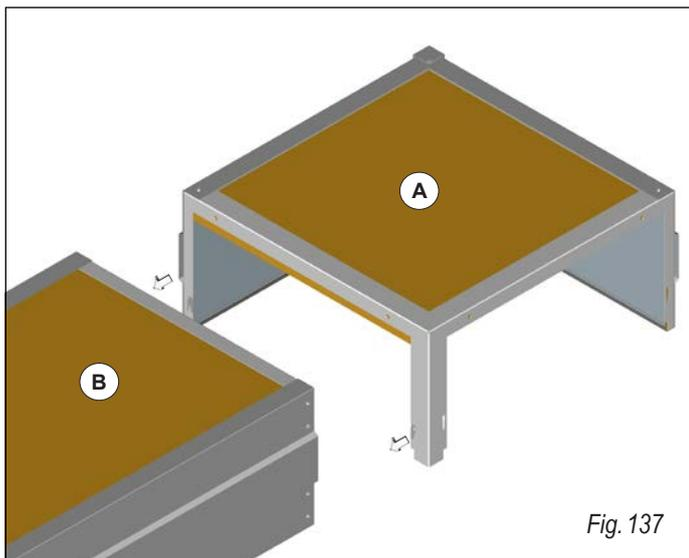
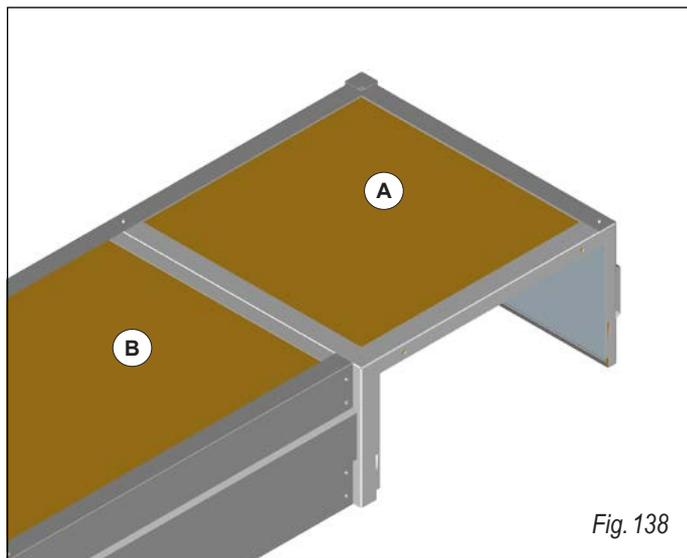

Fig. 137
Fig. 138
Enganchar el módulo curva (A) con la unidad de cinta de radiación (B) a través de la pestaña y el ojal (fig. 137), como se ha explicado anteriormente. Fijar el módulo curva a la unidad de cinta de radiación (fig. 138), a través de los dos armazones con tornillo y tuerca como se ha explicado anteriormente.